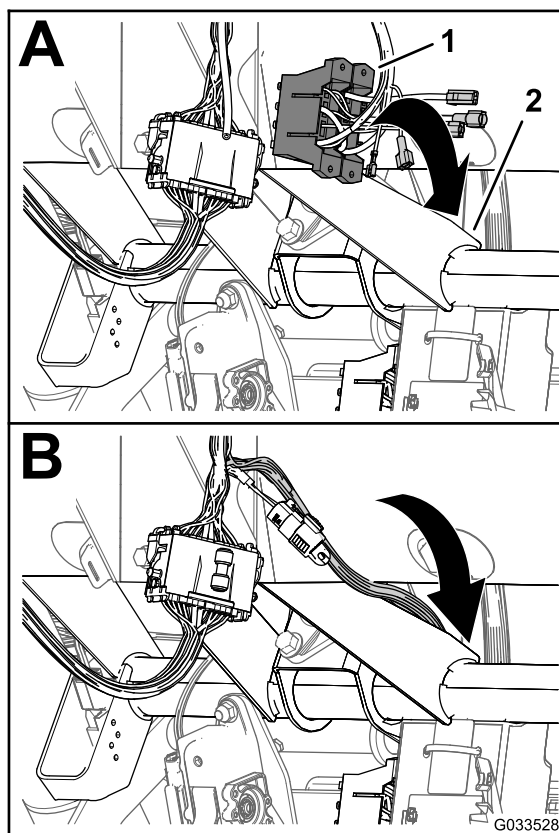

Bild 24
1. Verlegen Sie an der Steuerkonsole für das Sprühfahrzeug den Zweig des vorderen Kabelbaums mit den Sicherungsblöcken zwischen der Unterseite des Armaturenbretts und dem Querrohr des Maschinenchassis und dann nach unten zur Vorderseite des Sicherungsblocks der Maschine (Bild 24).